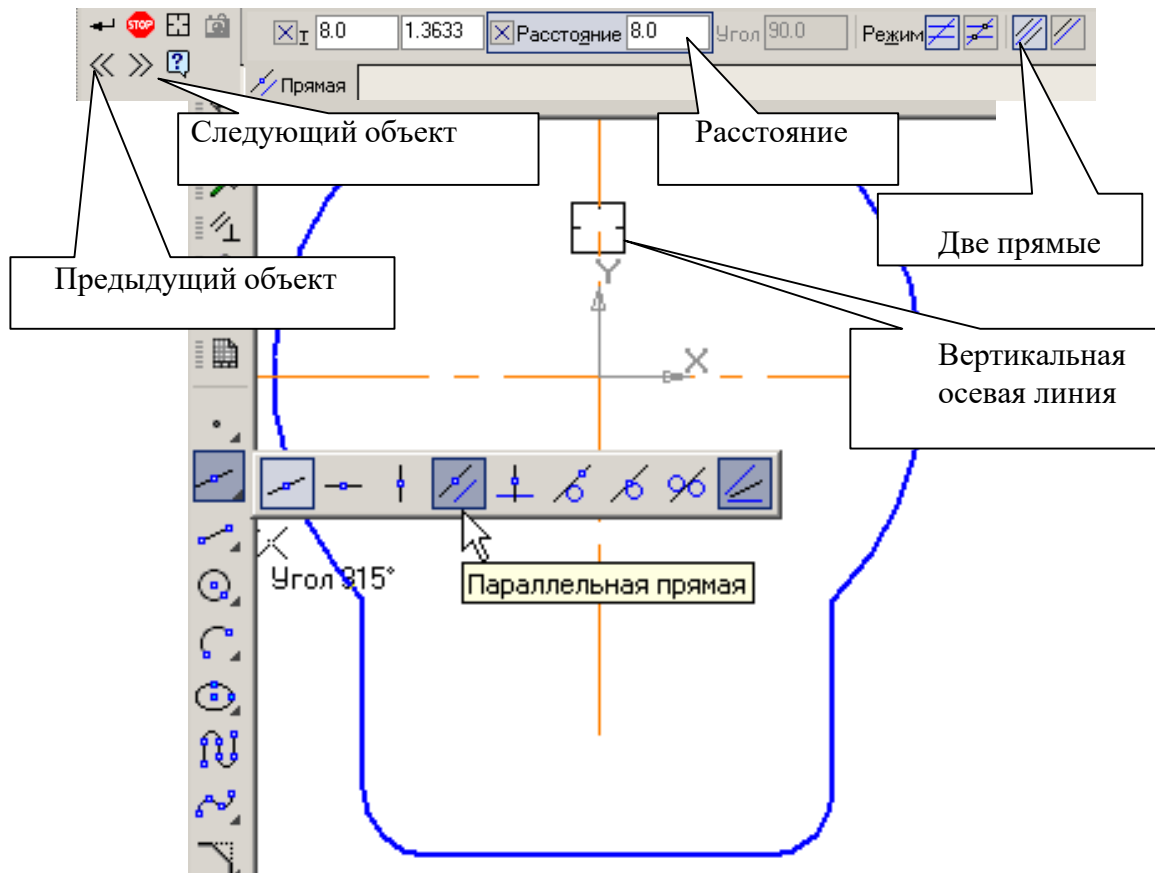

Рис. 6
5. Выполните пазы. Для этого с помощью параллельных вспомогательных прямых постройте параметры пазов: ширину паза 16 мм (8 мм от вертикальной центральной линии) и положение центров цилиндрических поверхностей пазов (109 мм от горизонтальной центральной линии). Сделайте активной команду **Параллельные прямые** (вспомогательные) , рис. 6. В строке параметров выберите в режиме **Две прямые** . В ответ на запрос системы *Укажите отрезок или прямую для построения параллельной прямой* щелкните курсором на вертикальной осевой линии пластины в любой ее точке, рис. 6.
В строке параметров, рис. 6, проставьте расстояние «8». Система построит фантомы двух вспомогательных линий параллельно заданной прямой. Текущий вариант оформлен сплошной линией, а второй вариант построения оформлен штриховой линией. Любой из вариантов можно сделать текущим простым щелчком курсора на линии или нажатием кнопок *Следующий объект* » или *Предыдущий объект* « на *Панели специального управления*, рис. 6. Вам нужны оба варианта. Создайте их. Для этого щелкните левой кнопкой мыши на кнопке *Создать объект* « на *Панели специального управления*, повторно щелкните на кнопке *Создать объект*.